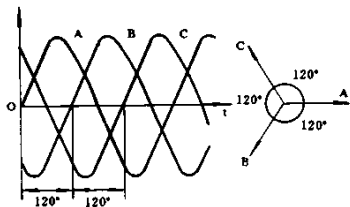

图 1-4-4 三相交流电
的条件，每个线圈始末端间正好相反，即差 180° 。(2) 通向绕组的三相交流电是三个变化规律相同的单相交流电，它们之间到达最大值时也相差 120° ，即三分之一周期，波形如图 1-4-4 所示。由图中看出，当 A 相电流为最大时，B 相电流 120° 后才达最大值，而 C 相则需 240° 后才到最大值。